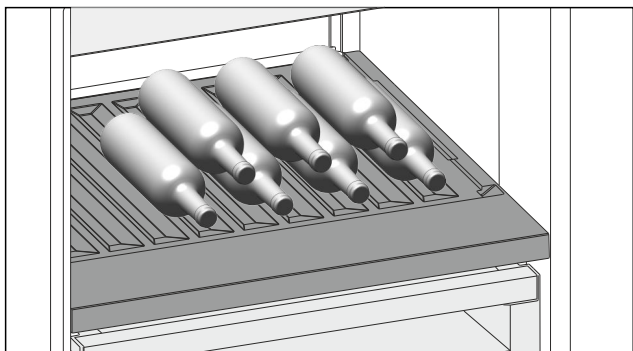

Fig. 110
- Wkładać butelki dnem ustawionym do tyłu, w kierunku ścianki tylnej. (patrz Fig. 110)